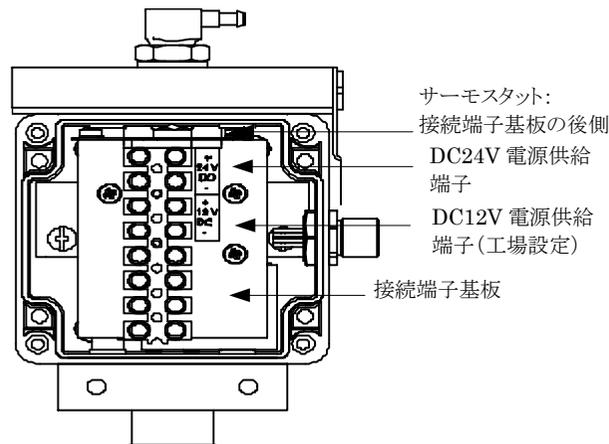

図3. 接続端子基板
2. 3本のねじを緩めて接続端子基板(図3)を取り外します。